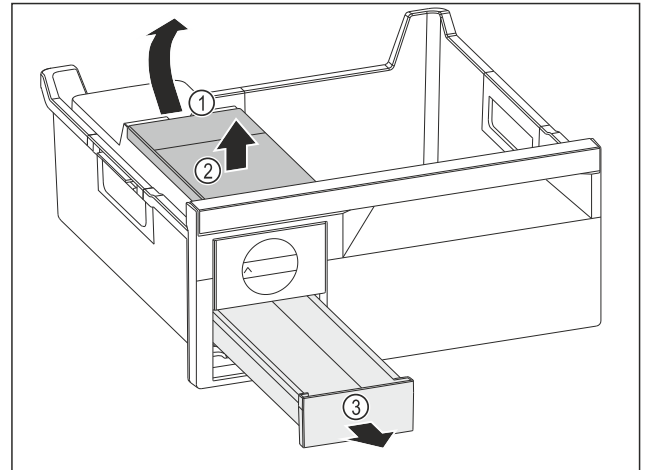

Fig. 187
- ▶ Wassertank entnehmen: Wassertank an der Aussparung Fig. 187 (1) anheben.
- ▶ Wassertank Fig. 187 (2) nach oben entnehmen.
- ▶ Eiswürfelschubfach Fig. 187 (3) nach vorne entnehmen.